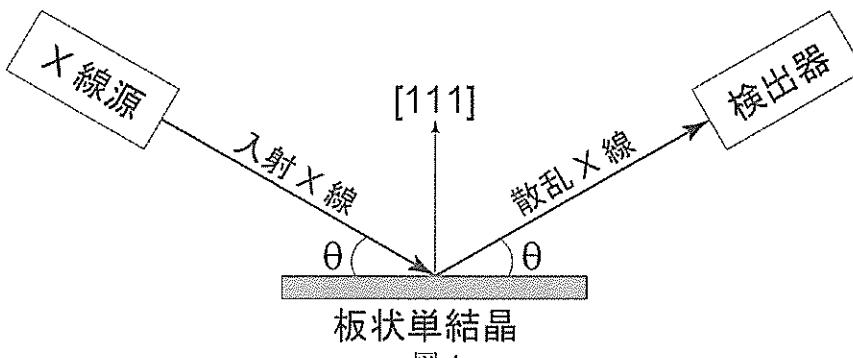

図4
- (4) 立方最密構造を六方格子で記述した場合、六方格子基準の面指数 hkl と原子散乱因子 f を用いて構造因子を表せ。また、回折条件（強め合う条件）を導出し、これを簡潔に述べよ。
- (5) 立方最密構造の板状単結晶（面法線方向は立方格子の[111]）の面直方向に対してθ-2θスキャンによるX線回折測定を行った（図4）。その結果得られる回折線2θを低角度側から2つ答えよ。ただし、各回折線に対し、回折角 2θ 、六方格子基準の面指数 hkl 、立方格子基準の面指数 $hckclc$ を答えよ。六方格子の格子定数 a' は 0.280 nm、入射 X 線の波長 λ は 0.154 nm とする。なお、六方格子の面間隔 d_{hkl} は以下の式で表される。